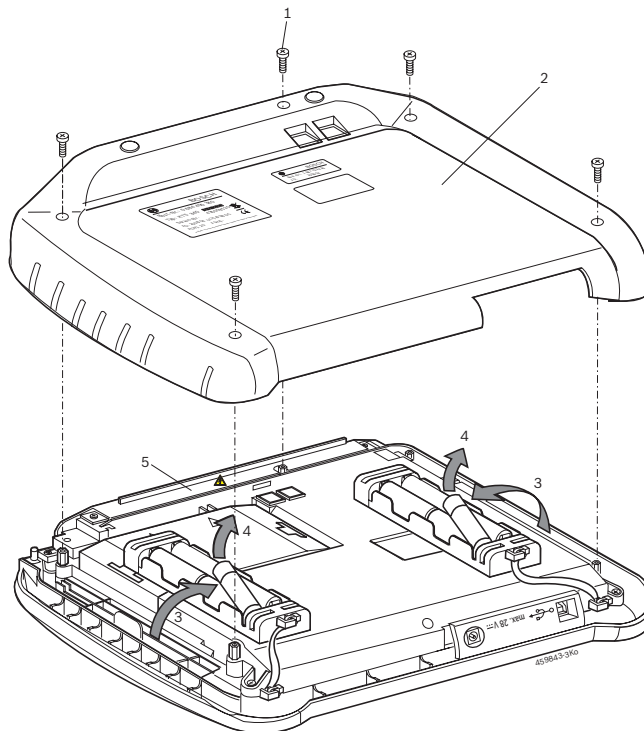

Fig. 4: Sustitución del acumulador
Cuando el KTS 340 está abierto y se ha retirado la cubierta (fig. 4, pos. 5) para la iluminación de fondo de la pantalla LCD, pueden producirse tensiones que pueden ser mortales.
2. Aflojar los tornillos (5x; fig. 4; pos. 1) en el lado posterior del equipo y retirar la cubierta del equipo (fig. 4; pos. 2).
3. Quitar los compartimientos de los acumuladores a la izquierda y a la derecha y depositarlos sobre la carcasa de metal (fig. 4; pos. 3).
4. Retirar los acumuladores usados (fig.4, pos. 4).